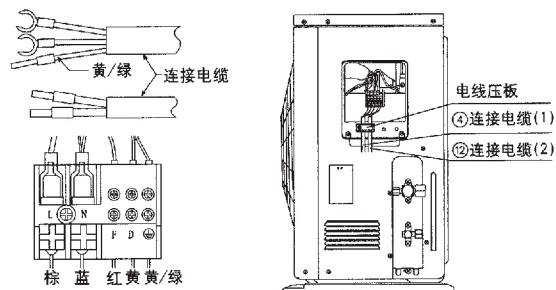

图15
- (1) 把连接电缆按电气接线图所示正确地牢固连接。(紧固力为 $0.8 \sim 1.5\text{N} \cdot \text{m}$)
- (2) 用电线压板将连接电缆压住后, 用螺钉紧固, 按 图15安装。